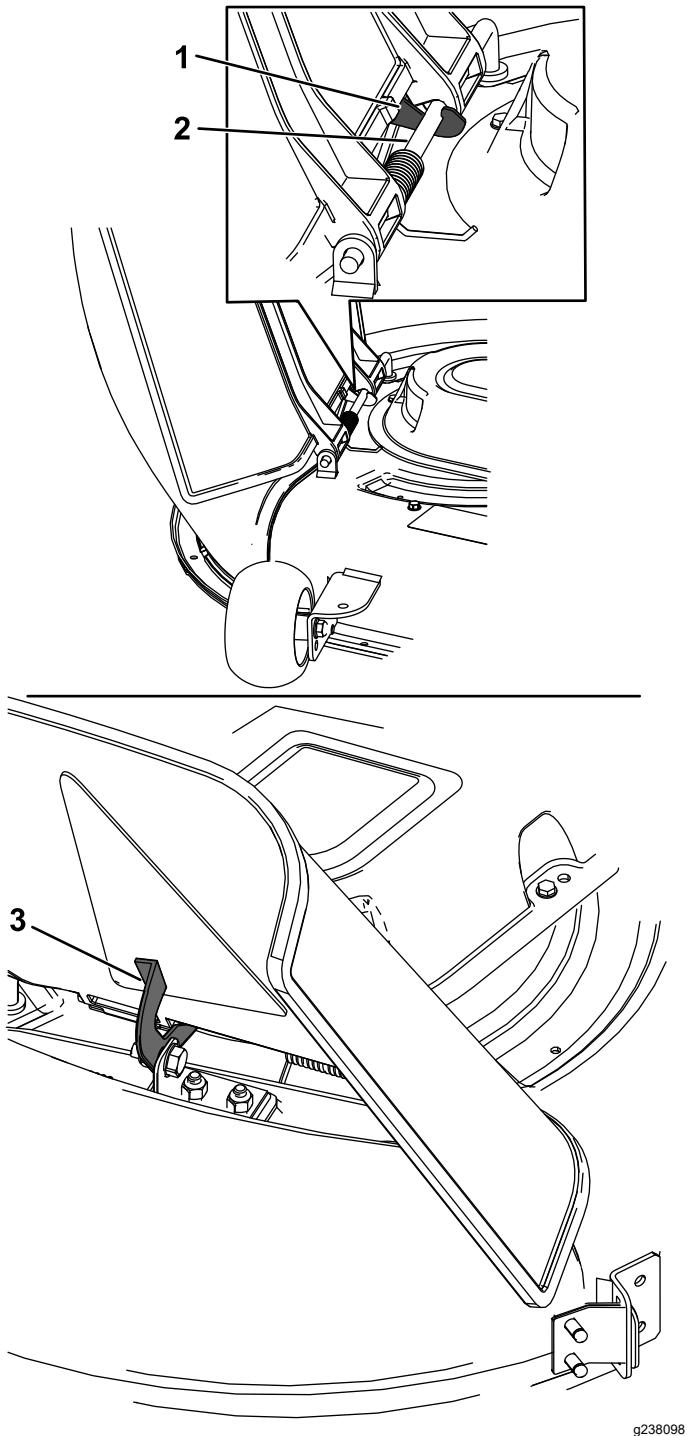

Figure 22
- Sur le haut de la goulotte, accrochez le crochet de verrouillage à la tige de pivot du déflecteur (Figure 22).